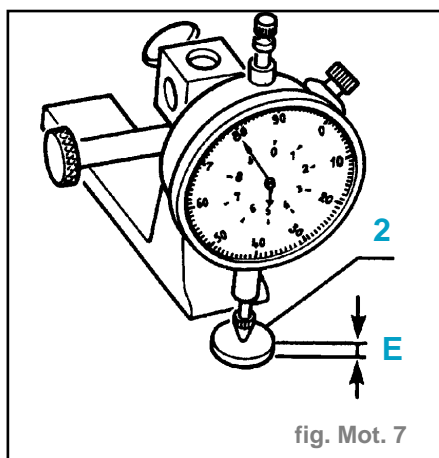

fig. Mot. 7
- Mesurer l'épaisseur (E) des grains de réglage (2) (Fig. Mot. 7).